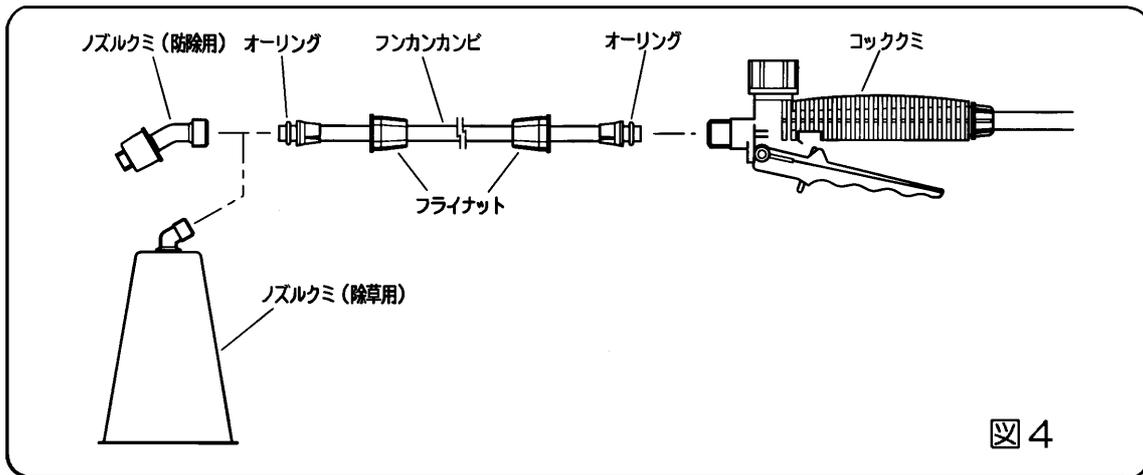

図4
- ノズルクミ（防除用もしくは除草用）、フンカンカンピ、コッククミ部を取り付けてください。この時、各接続部のオーリングが切れていたり、なくなったりしていないかを確認してから接続してください。（図 4）